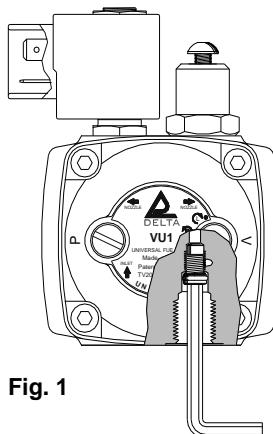

Fig. 1
- Entfernen Sie mit einem 4-mm-Innensechskantschlüssel den Bypassstopfen aus dem Rücklaufanschluß. (Bild 1)